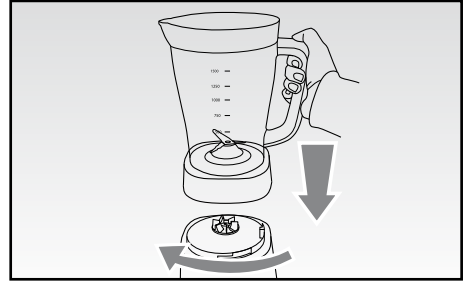

Fig. 3
- Posizionare la tazza (C) sul corpo motore (G) in modo corretto e ruotarlo in senso orario fino a bloccarlo (Fig. 3).